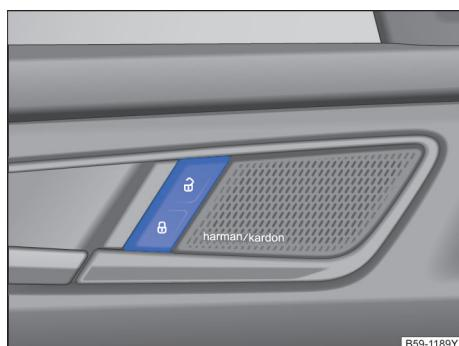

图 53 驾驶员侧车门内：中央门锁按钮
如短时间内反复按压汽车钥匙上的按 ① 钮→图 47 或中央门锁某个按钮→图 53，则中央门锁系统将暂时关闭，防止系统过载。然后汽车处于解锁状态约 30 秒钟。在此期间，若未打开车门或行李厢盖，随后汽车将自动闭锁。
按压按钮→图 53：
- 按压 ⑥ 按钮→图 53